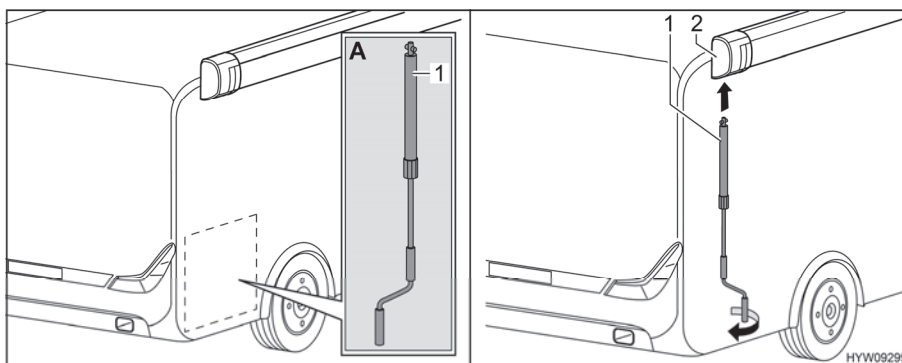

Fig. 20 Applicazione manovella
- Rimuovere la manovella (Fig. 20,1) dal vano di stoccaggio posteriore (Fig. 20,A).
- Inserire la manovella nel supporto a baionetta (Fig. 20,2) della tenda.